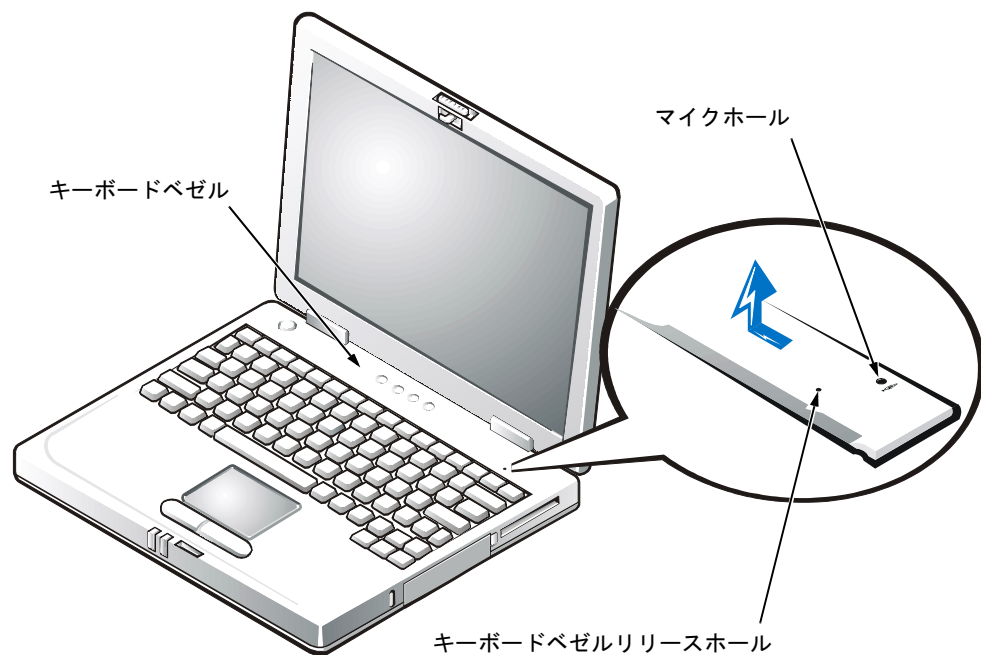

図 7 キーボードベゼルの取り外し
注意：マイクの損傷を避けるため、マイクホールには物を差し込まないでください（図 7 参照）。
1. クリップの先端、または同じくらいの大きさの工具をキーボードベゼルリリースホールに当て、慎重に押し下げます（図 7 参照）。